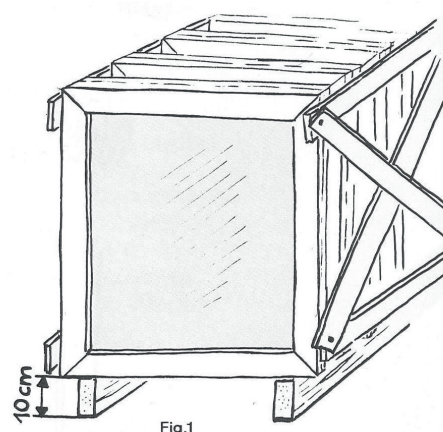

Fig.1
- Fönstren placeras på högkant på ett plant underlag minst 10 cm över golv (fig. 1).